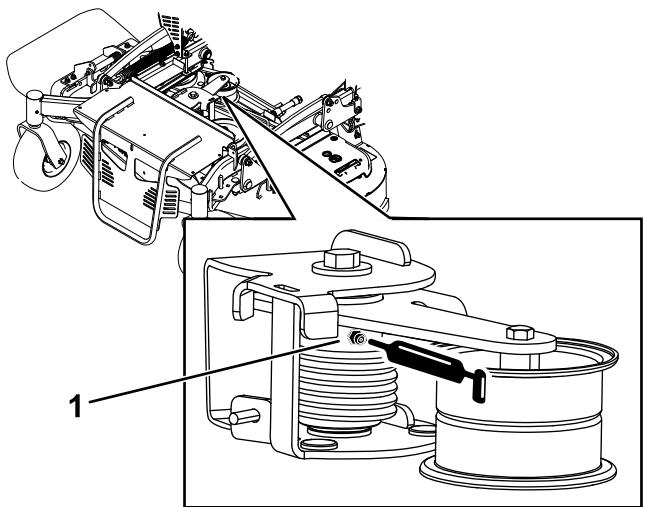

Рисунок 38
3. Заправьте высокотемпературной консистентной смазкой масленку торсионного натяжного ролика на деке газонокосилки, как показано на Рисунок 38.